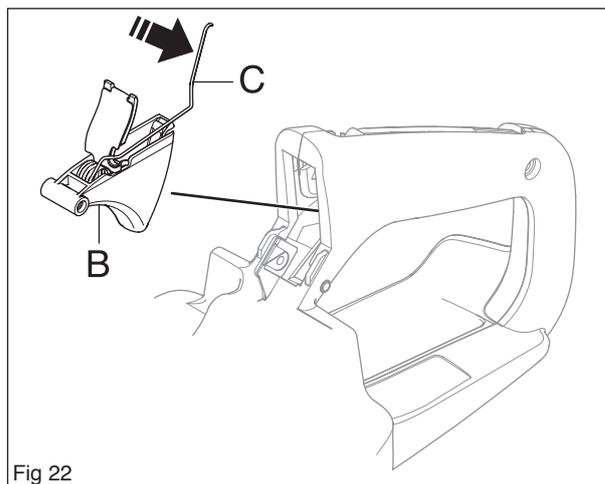

Fig 22
Placer la commande de l'accélération (B) et le ressort (C) (voir la figure 22).